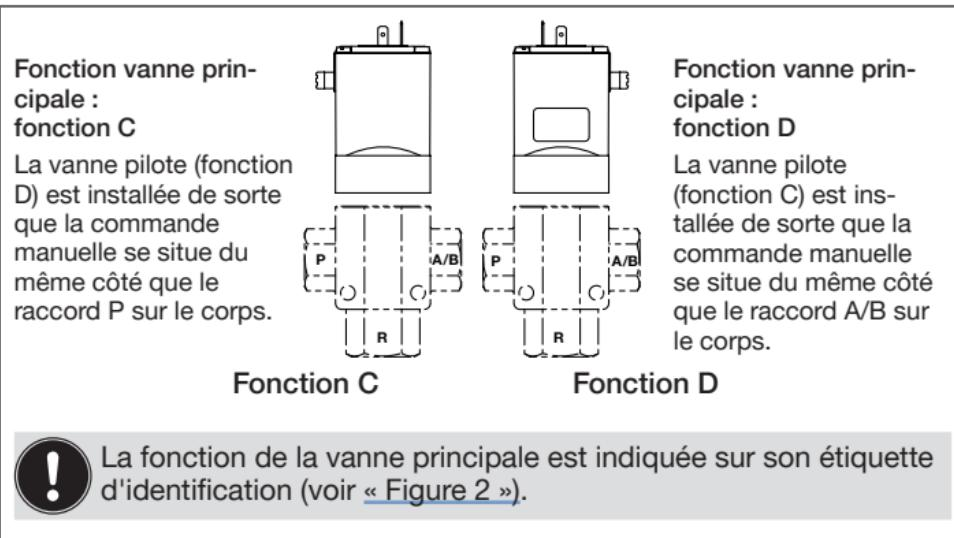

Figure 1 : Disposition de la vanne pilote
- Sur la vanne pilote ②, desserrer les deux vis non scellées ①.
- Avant le retrait de la vanne pilote, observer la disposition de la vanne pilote (voir « Figure 1 », page 17).
- Retirer la vanne pilote ② et les joints toriques ③ de la vanne principale.
- Insérer les joints toriques neufs ③ correctement dans les événements de la vanne principale.
- Remarque : pour DN8, les joints toriques ③ ne sont pas requis. La vanne pilote ② est placée directement sur le joint plat ⑤ de la vanne principale.
- Placer la vanne pilote neuve ② sur la vanne principale. Observer à cet effet la disposition de la vanne pilote (voir « Figure 1 », page 17).
- Serrer les vis ① (couple de vissage 1,5 à 2 Nm).